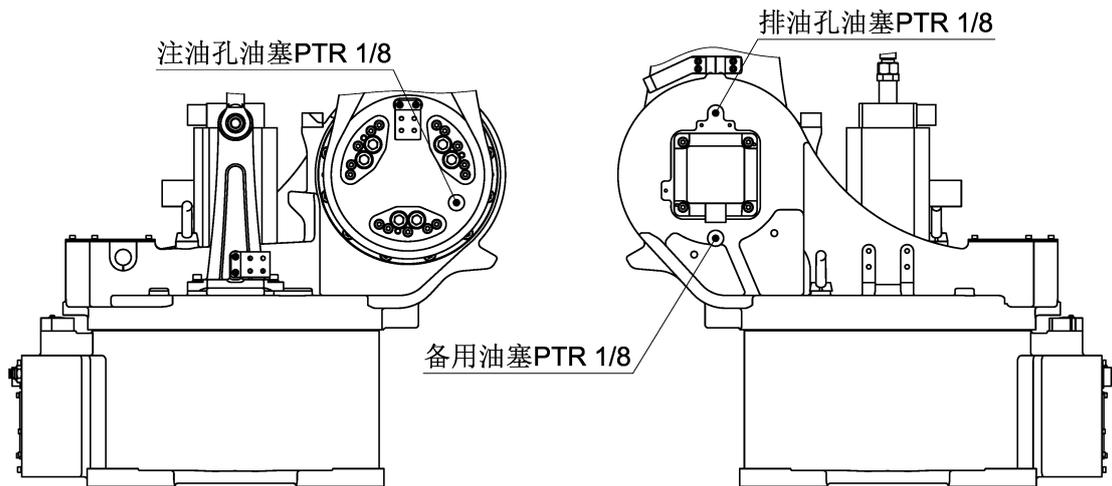

图 17 J2 轴局部结构
#### (1) 油脂补充步骤（参考图 17）
④ 安装排油孔油塞前，低速运转 J2 轴几分钟，使多余的油脂从排油孔排出；
⑤ 用布擦净从排油孔排出的多余的油脂，在排油孔安装油塞。油塞的螺纹处应缠生胶带并用扳手拧紧。
**(2) 油脂更换步骤（参考图 17）**